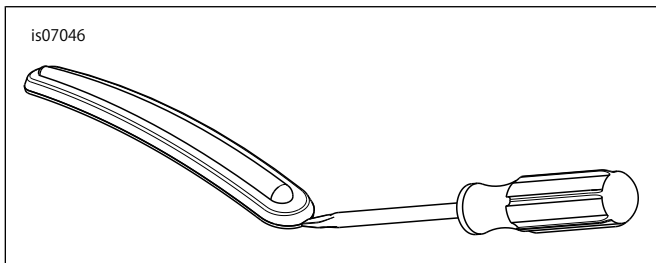

図2。フェンダートリムストリップの取り外し
- 「図2」を参照。クロームベゼルとラバートリムストリップの間にドライバーの先端を挿入します。